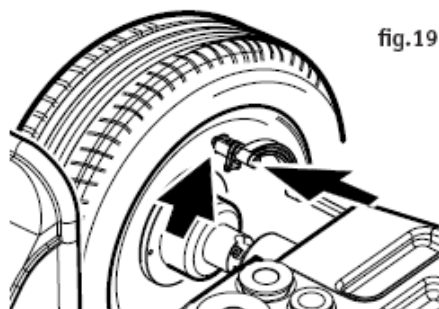

fig.19
- нажмите кнопку **SPLIT** (загорятся оба индикатора), чтобы включилась программа расположения грузиков под спицами; на левом дисплее будет гореть **n.**, а правый дисплей будет показывать число спиц (от 3 до 12), которое при необходимости можно ввести нажимая на кнопки 5 рис.19;
Если вы желаете возвратиться в функцию одного грузика, тогда еще раз нажмите кнопку **SPLIT** (7-рис.19), погаснут оба индикатора.
- **Округление малых значений дисбаланса до нуля:** на левом дисплее загорится надпись **toL**, а на правом дисплее будет светиться значение малого дисбаланса округления до нуля в граммах; нажимая кнопки 5-рис. 19, введите новое значение малого дисбаланса округления на ноль. Максимальное значение, которое можно установить, есть 25.0гр;
- **Показание точности значения дисбаланса:** на левом дисплее загорится надпись **rES**, а на правом дисплее показывается точность значения дисбаланса в граммах; желая установить новое значение точности, пользуйтесь кнопками 5-рис. 19; возможны следующие значения:
- **Установка единицы измерения дисбаланса:** на левом дисплее горит надпись **unb**, а на правом дисплее будет показана установленная единица измерения дисбаланса; если вы желаете выбрать другую единицу измерения, нажимайте кнопки 5-рис. 19; возможны следующие единицы измерения:
- **Звуковой сигнал:** на левом дисплее горит надпись **Snd**, а на правом дисплее будет показано включён или выключён звуковой сигнал; желая включить или выключить звуковой сигнал, нажимайте кнопки 5-рис. 19; возможны такие установки:
- **Активация автоматического включения вращения вала стенда, опустив защитный кожух:** на левом дисплее загорится надпись **SAr**, а на правом дисплее будет показано активированная ли функция автоматического включения вращения вала стенда при опущенном защитном кожухе или нет: желая активировать или деактивировать эту функцию, нажимайте на кнопки 5-рис. 19; возможны такие установки:
ВНИМАНИЕ: После установки каждого запрограммированного параметра, нажатием на кнопки 5-рис. 19 и MENU, вы подтвердите установку нового параметра; если вместо подтверждения вы нажмёте кнопку STOP, то нововведённый параметр не будет сохранён (после выключения стенда, автоматически будут восстановлены оригинальные заводские установки).
- На вал стэнда поставьте стандартное стальное колесо диаметром в 14". Вытяните автоматический измеритель и приложите его к краю диска (рис. 19). Удерживая измеритель в этом положении, ручным способом введите диаметр колеса в дюймах (указанное на крышке) и для подтверждения нажмите на кнопку ввода расстояния + (4-рис. 18).